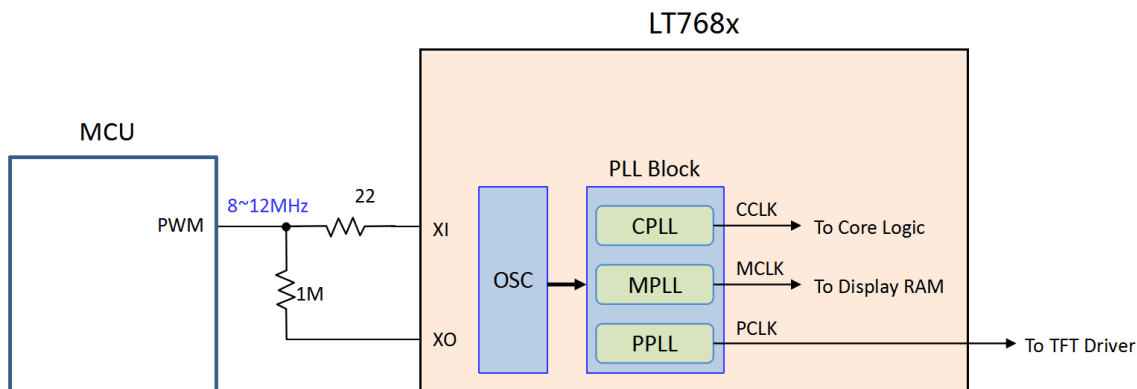
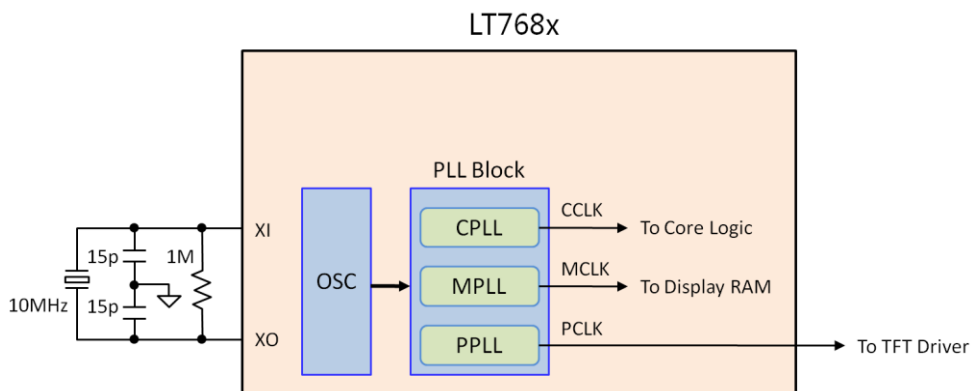

图 1: LT768x 时钟电路 (一)
图 2: LT768x 时钟电路 (二)
1. LT7680、LT7681、LT7683、LT7686、LT7381 (以下简称 LT768x) 的时钟输入可以采用 MCU 的 PWM 输出 (如图 1)、有源晶振、或是石英晶振 (如图 2, 通常为 10MHz), 因为目前 MCU 通常有多组 PWM 输出, 建议可以提供一组给 LT768x 使用, 成本也可以下降, 时钟信号走线越短越好, 同时避开其他信号线。如果要使用石英晶振, 建议用四脚 3225 封装 10M 晶振, 且晶振 2 端的 15pF 电容不必焊上。